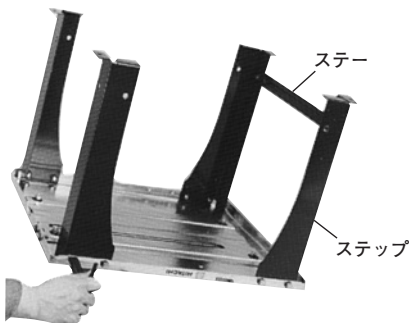

図 2
- (1) ステップを 8 本のボルトでテーブルに取付けます。(図 2)
- (2) ステー (図 2 右側) をステップに取付けます。